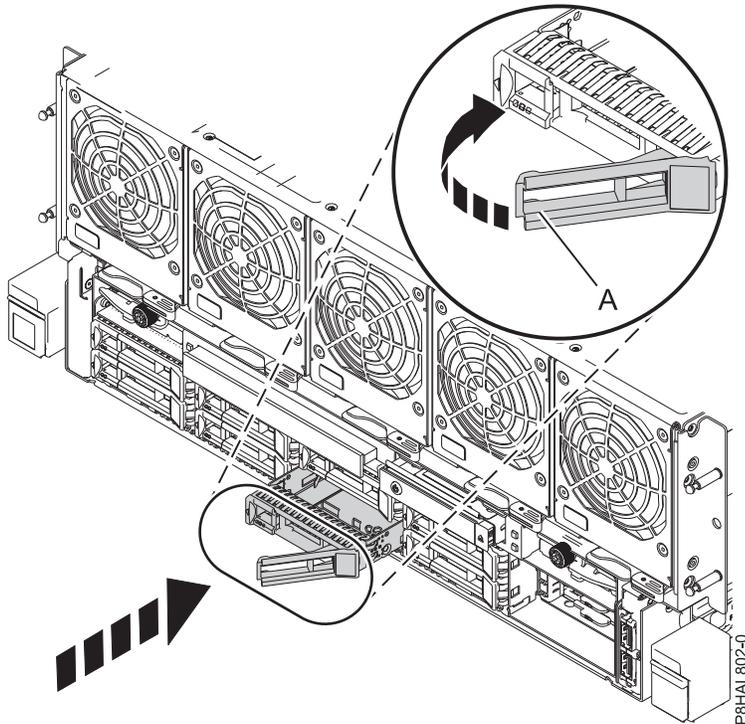

Figura 3. Instalar uma unidade de disco num sistema de 8408-44E ou 8408-E8E
3. Desbloqueie a pega do compartimento de unidade (A) apertando-a e puxando-a para fora. Se a pega não estiver completamente fora, a unidade não deslizará para dentro do sistema. Consulte Figura 3 na página 6.
5. Faça deslizar a unidade completamente para dentro do sistema e empurre a pega do compartimento de unidade (A) até bloquear, como é apresentado na Figura 3 na página 6.